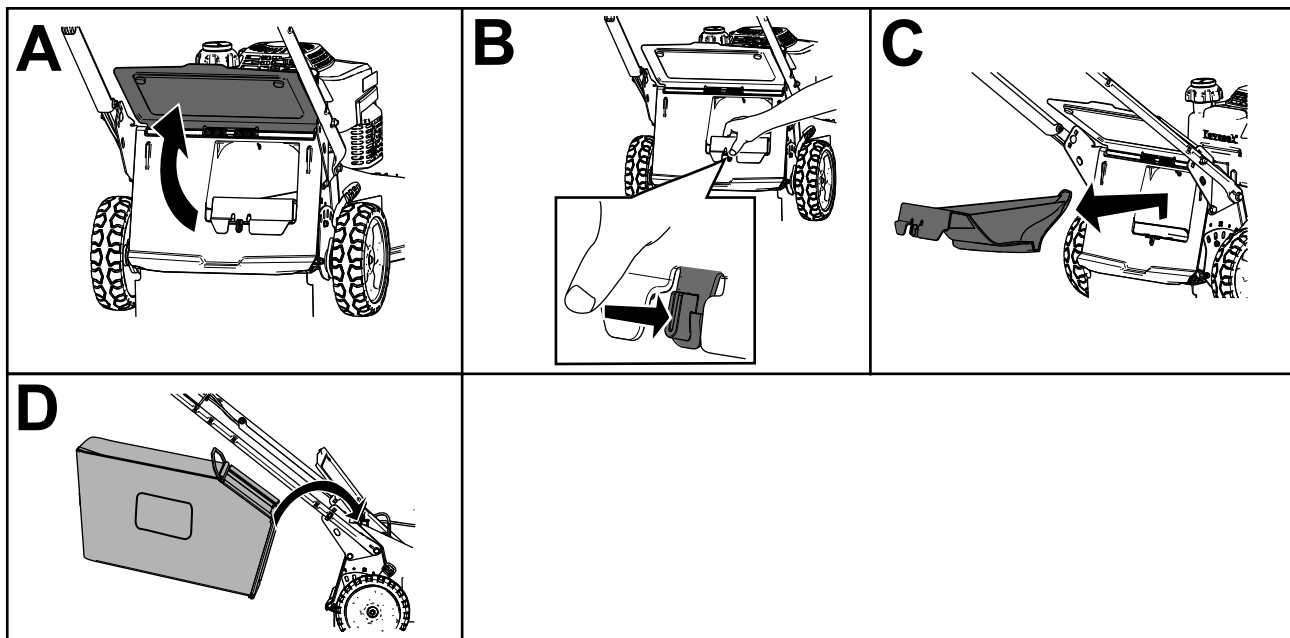

Figure 20
2. Soulevez le déflecteur arrière et gardez-le dans cette position (A de la Figure 20).
3. Retirez l'obturateur d'éjection arrière en appuyant sur le verrou avec le pouce et en tirant l'obturateur hors de la machine (B et C de Figure 20).
4. Placez les extrémités de la tige du bac dans les crans à la base du guidon et basculez le bac d'avant en arrière pour vous vérifier que les extrémités de la tige sont bien engagées au fond des deux crans (D de Figure 20).